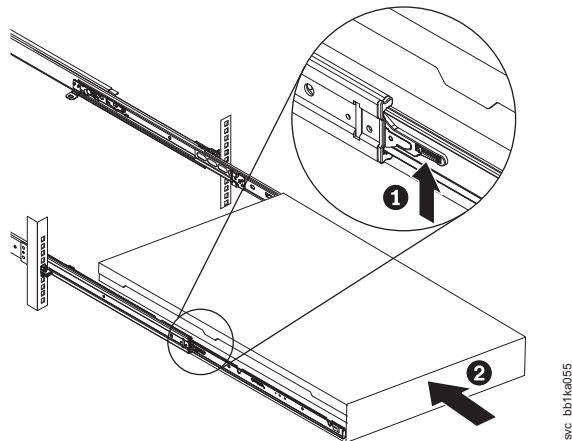

図 265. ラックのスライド・レールの SAN ボリューム・コントローラー 2145-CF8 または 2145-CG8 ロック・レバーを上げる
9. ヒートシンクの後部フランジを下げ、保持ブラケットの開口部 (5) にはめ、しっかり固定されるまでヒートシンクの前部を押し下げます。
10. ヒートシンク解放レバー (2) を回転させて閉位置にし、ロック・タブ (4) の下部にレバーをフックします。
15. スライド・レール上のロック・レバー (300 ページの図 265 の 1) を上げて、サーバー 2 を、所定の位置にカチッと音を立てて収まるまで、ラック内に完全に押し込みます。